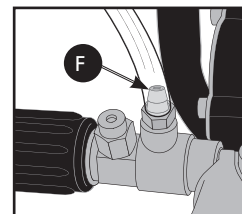

Figura 21
1. Verifique que la manguera del sifón de detergente (Figura 21) esté colocada en el conector arponado ubicado cerca de la conexión de la manguera de alta presión de la bomba, como se muestra.